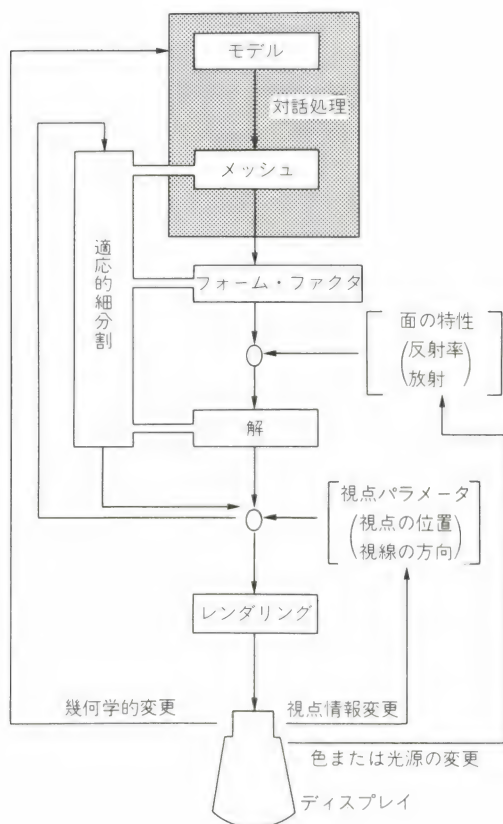

図3 ラジオシティー法のアルゴリズム
**ステップ3:** 結果を表示する。これはビューイング・パラメータの選択、隠面の決定、ラジオシティ値の補完を含んでいる。このプロセスを図示したものが図3である。その他の詳しい式の導出や技術的議論、インプリメントなどについては、文献1)~3)を参照されたい。
以上のステップを図示したものが図3である。このアルゴリズムからわかるように、フォーム・ファクタの計算、保持に大量の計算時間とメモリを食う。この問題の解決が課題となっている。